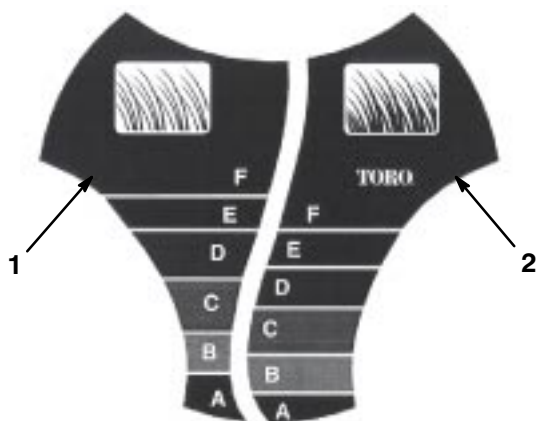

Abbildung 14
Die *SmartWheel™*-Vorrichtung hat zwei Schneidskalen — *Sparse/Normal* (spärlich/normal) und *Lush* (üppig) — zur Sicherstellung der optimalen Schnitthöhen- einstellung bei allen Mähbedingungen (Abb. 14). Die *Sparse/Normal*-
2. Den Rasenmäher ins Gras schieben, bis die *SmartWheel*-Vorrichtung an einem der Hinterräder aufrecht steht (Abb. 14).